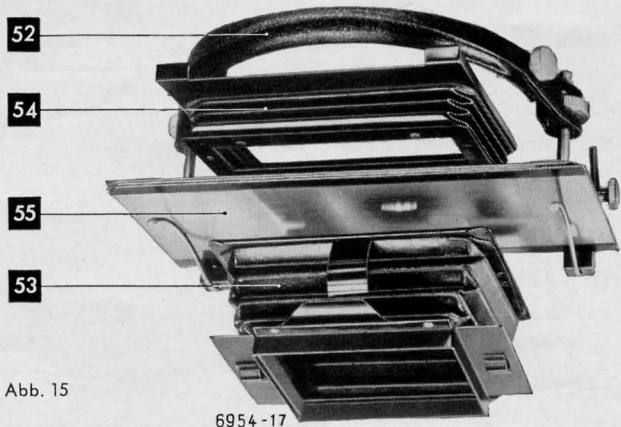

Abb. 15
Klemmschraube (O) lösen, Lampengehäuse bis Führungsstiftende (10–Abb. 3) anheben und in dieser Stellung fixieren. Filmhalter-Schwenkvorrichtung (52) über die Nocken zu beiden Seiten des Lampengehäuses setzen und mit den beiden Rändelschrauben (57) befestigen. Den oberen Balgen (54–Abb. 15) so einsetzen, daß der Balgenträger in den beiden Schlitz an der Hinterseite des Lampengehäuses sitzt und vorn mit beiden Nasen über das Gußteil greift. Den unteren Balgen (53–Abb. 15) bis zur Rastung in die Filmbühne einschieben; dann die Doppelglasplatte (55–Abb. 15) zwischen oberen und unteren Balgen so einführen, daß sie gleichzeitig rechts und links durch die beiden Halter festgeklemmt wird. Beleuchtungskopf mit Hilfe der Gewindemutter bis an die schwarze Richtmarke an der Säule hochschrauben und festklemmen. Automatische Scharfeinstellung wie folgt ausschalten: Rändelknopf (37–Abb. 9) herausziehen und um eine halbe Drehung nach links oder rechts verstellen. Drei Rastnuten erlauben es, den Objektivträger (F) in drei verschiedenen Höhenstellungen zu fixieren; durch Verschieben des Objektivträgers kann dieser in die jeweils erforderliche Höhenstellung (Rastung) gebracht werden.